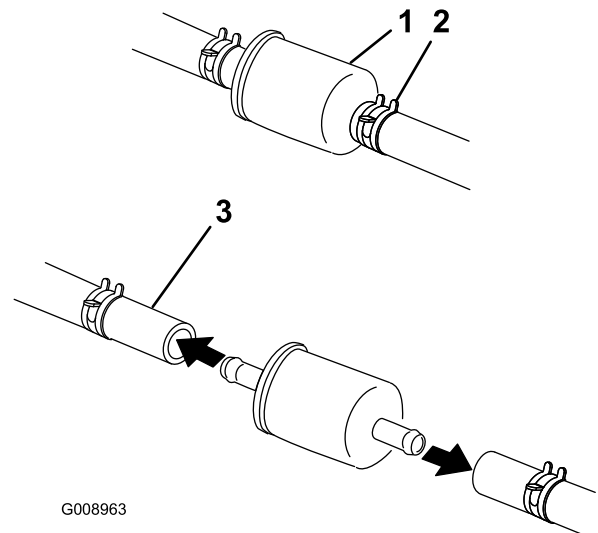

Figure 54
4. Fermez le robinet d'arrivée de carburant sous le siège (Figure 54).
5. Pincez les extrémités des colliers et faites glisser ceux-ci pour les éloigner du filtre (Figure 54).
7. Posez un filtre neuf et rapprochez les colliers de fixation du filtre (Figure 54).